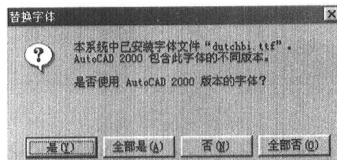

图 1-19
15) 当文件全部拷贝完后,显示一个替换字体信息对话框,如图 1-19 所示,是否使用 AutoCAD 2000 版本的字体?